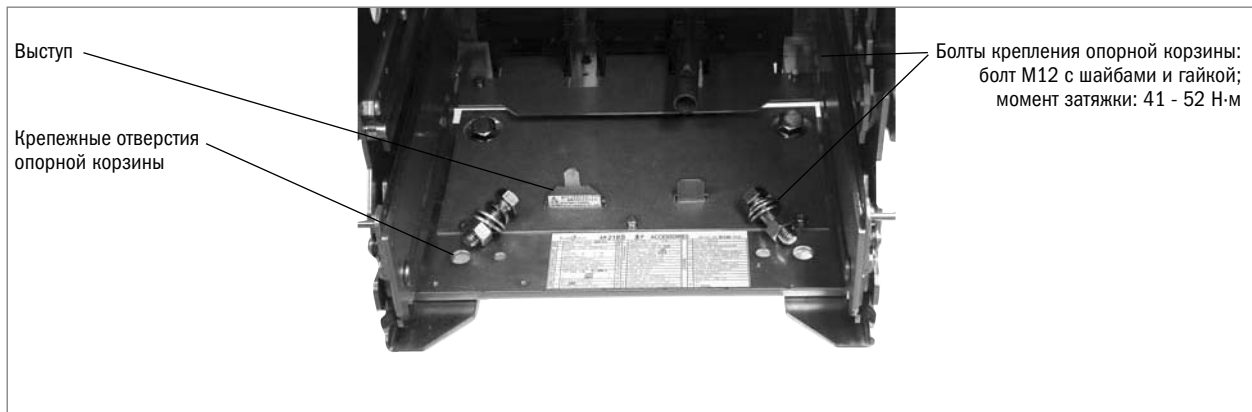

Рисунок 4. Крепление опорной корзины
- Используйте болты M12 в комплекте с гайкой и шайбами для крепления опорной корзины (рисунок 4).